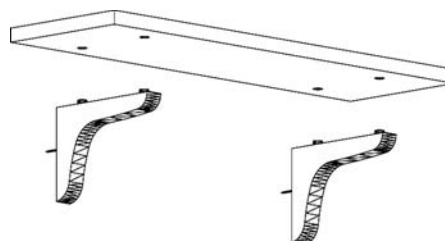

Figura 6
PASO 5: Ubique el Estante sobre la Ménsula para que las Clavijas de 2,54 cm se alineen con los orificios de la parte inferior del estante. Luego, asiente el estante como se muestra en la **Figura 6**.